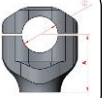

Fig. 1
3. Assemblez les colliers de guidon LSL selon les informations du schéma ci-dessous (Fig. 1), toutes les autres pièces préalablement démontées conformément aux instructions du constructeur du véhicule.